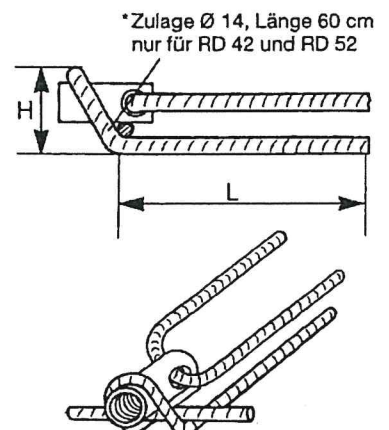

Bild 6
* Zulage $\varnothing 14$, $l = 60$ cm (siehe Bild 6)